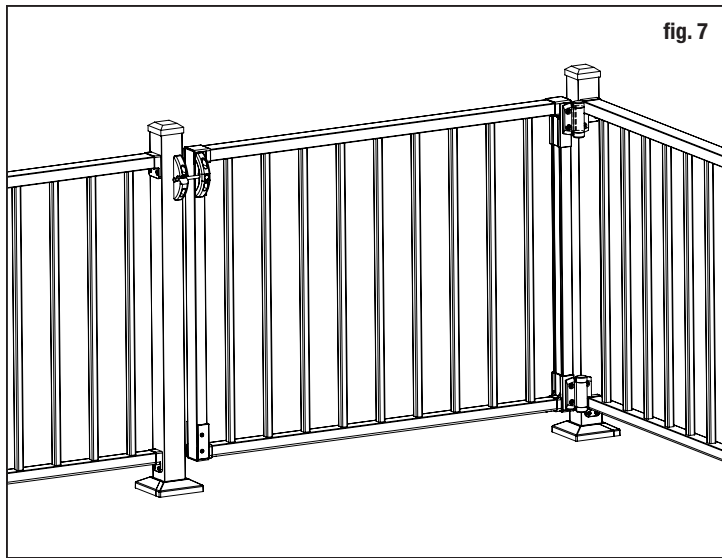
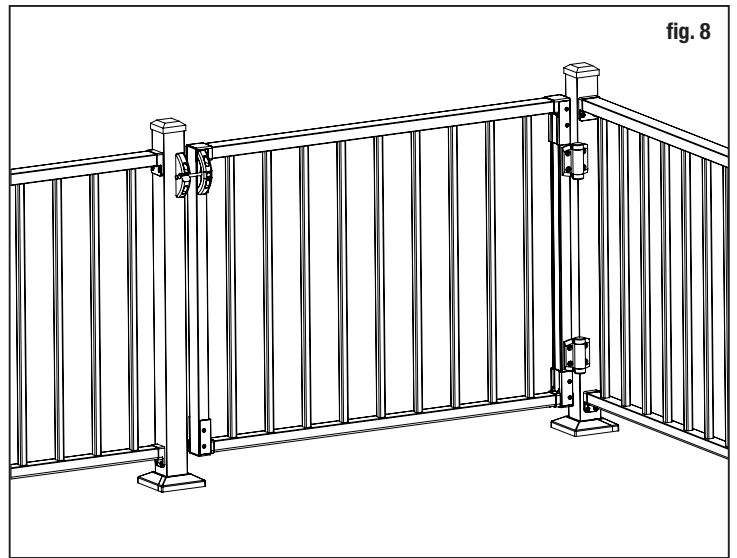

fig. 7
fig. 8
**Remarque :** Si vous observez des interférences entre les supports du portail et du rail, comme illustré aux fig. 7 et 10, montez les charnières sous les points de blocage indiqués aux fig. 8 et 9 à l'aide des vis supplémentaires fournies.